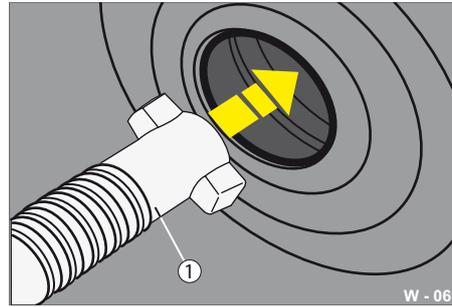

Abb. 54 „Schlüsselloch“-Bohrung
- ▶ Löseschraube (Abb. 54/1) durch die Bohrung am Deckel hinten in die „Schlüsselloch“-Bohrung einstecken.